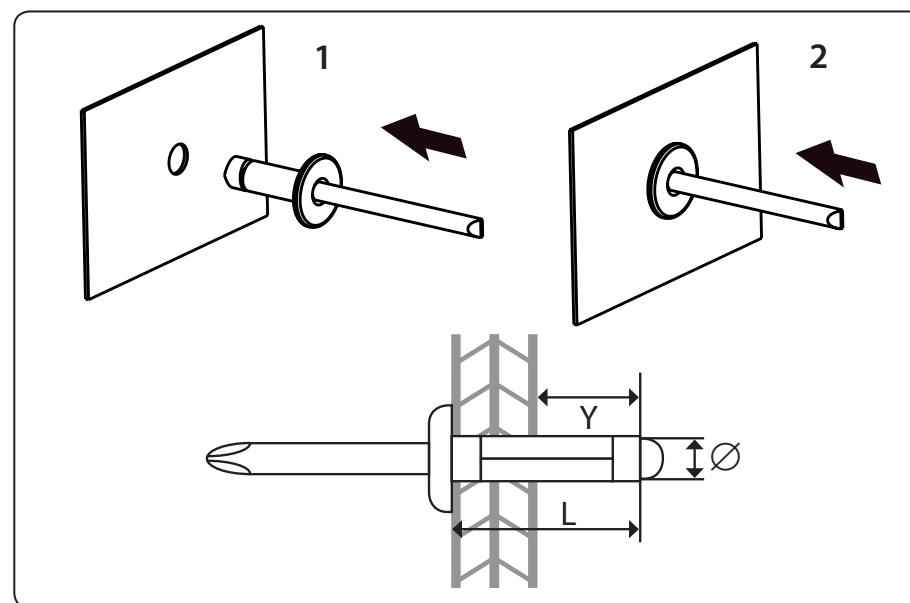

Fig.4
- b) **Inserte el cuerpo del remache en el orificio taladrado de diámetro correspondiente al diámetro del cuerpo del remache, véase los pasos 1 y 2 en fig. 4. El cuerpo del remache debe ser bastante largo respecto al grosor de los materiales a unir para lograr la unión correcta de los materiales.**